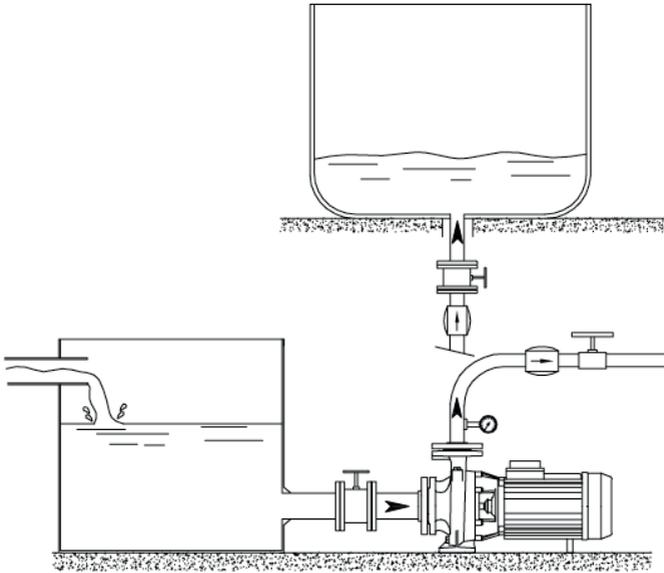

Fig. 3
- Inclínese hacia arriba a la entrada de la bomba, para evitar burbujas de aire que puedan obstruir el cebado o causar la no cebado. Si la bomba funciona bajo condiciones de succión, inserte una válvula de pie con un filtro; Si instala una bomba autocebante, la válvula de pie se puede reemplazar por una válvula de retención montada directamente en la abertura de succión. Para que la bomba accionada por motor funcione correctamente, el extremo de la tubería de succión debe sumergirse en agua a una profundidad de al menos el doble del diámetro de la tubería. Para operación debajo de la cabeza, inserte una puerta de bloqueo. -Fig. 3-
La tubería de flujo debe estar equipada con una válvula de retención (colocada aguas arriba para proteger la bomba del golpe de ariete y evitar el flujo inverso a través del rotor) y una válvula de control (colocada aguas abajo para controlar el flujo, el cabezal y la potencia absorbida). -fig. 3-. Para bombas autocebantes accionadas por motor, para alturas de aspiración autocebantes considerables (mayores de 5 m, aunque en cualquier caso menores de 9 m), la tubería de flujo debe tener una sección recta y vertical de al menos 1,0 m.